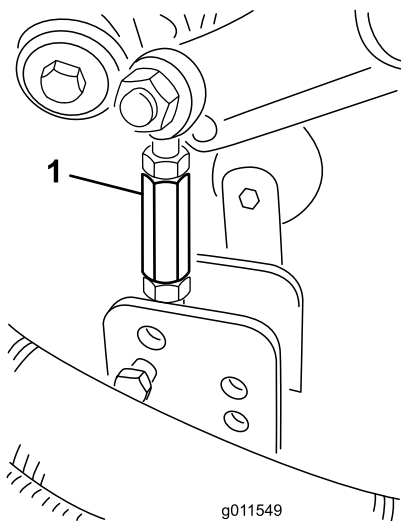
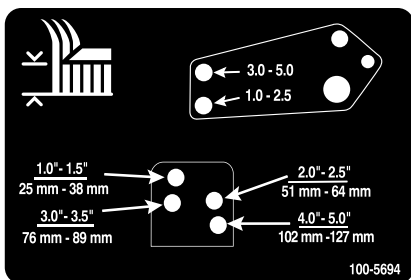

Figura 26
Figura 27
8. Togliete le coppie ed i perni con testa che fissano le connessioni dell'ammortizzatore alle staffe dell'apparato di taglio (Figura 26). Allineate i fori dei tiranti di smorzamento con i fori della staffa per l'altezza di taglio desiderata sul telaio dell'apparato di taglio (Figura 27), inserite i perni con testa e montate le coppie.